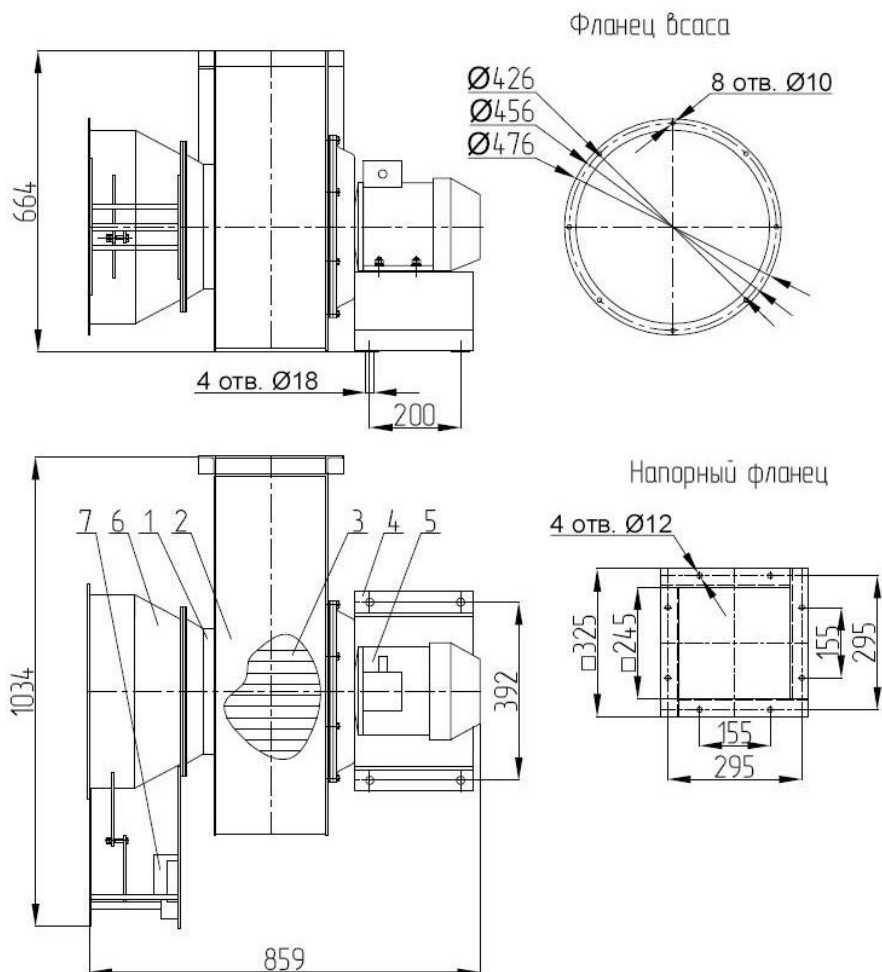

Рис. 4 – Дымосос Д-3,5М (1- входной патрубок, 2-корпус, 3- рабочее колесо, 4-рама, 5-эл. двигатель, 6- шибер, 7- привод шибера.
3.1 Дымосос состоит из семи основных частей (рис. 4): корпуса, входного патрубка, рамы, электродвигателя, рабочего колеса, шиберного аппарата, привода шибера (по заказу).